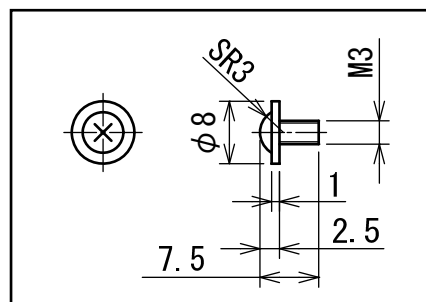

図2
(イ) 部品④と部品⑤との組み立てに当たっては、図2の「ツバ付き小ねじ」により取り付けているものとする。